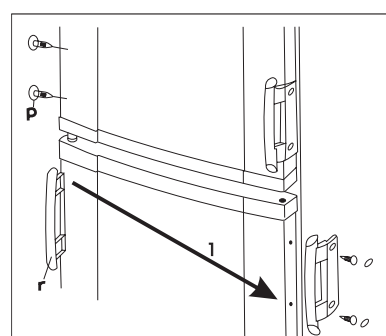

рис. 4
- Переставьте ручки (r) на другую сторону и вставьте пластмассовые заглушки (p), вложенные в пакет вместе с настоящим руководством по эксплуатации, в три освобожденные отверстия (рис. 4).